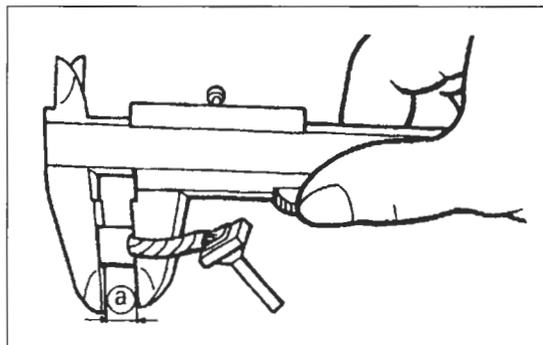

Bild 76
- Bürstenlänge messen, Verschleissgrenze 5 mm (Bild 76).